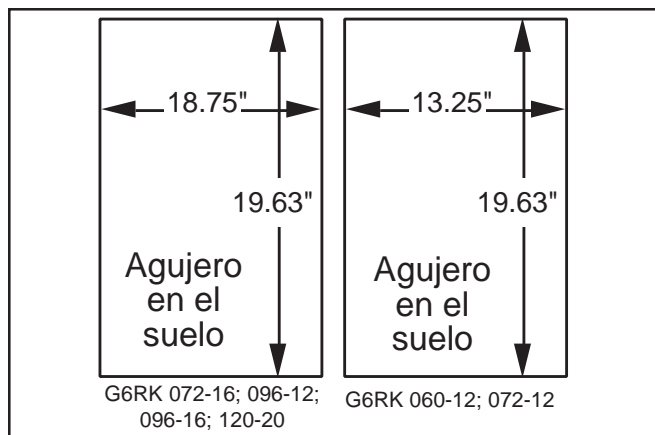

Figura 4. Abertura en un suelo de madera
1. Cortar y enmarcar un agujero en el suelo, con las dimensiones de la figura 4.